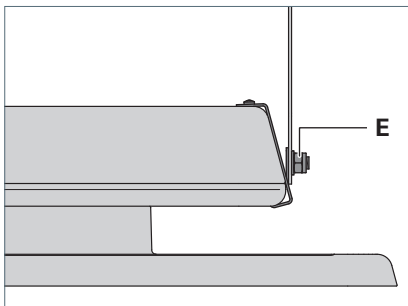

Fig. 11: Fixer le luminaire.
- ▶ Serrez l'écrou hexagonal **E** sur les deux côtés du luminaire avec un couple de serrage de **20 Nm**, voir Fig. 11.